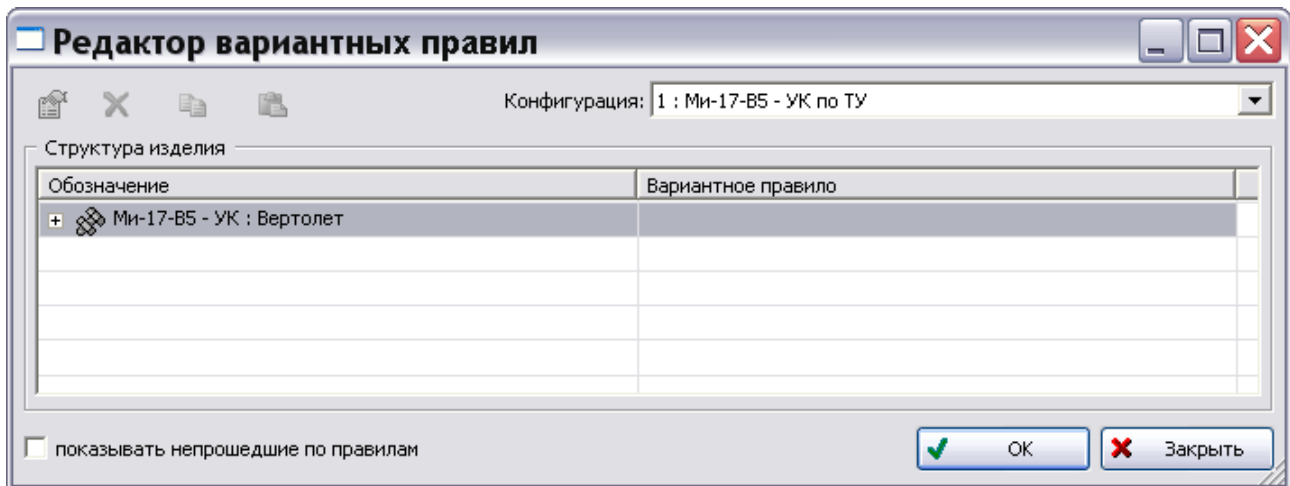

Рис. 73
1. В окне **Редактор вариантных правил** в таблице **Структура изделия** выделите изделие, например «Ми-17-В5-УК : Вертолет» (Рис. 73).
2. В окошке **Конфигурация** выберите конфигурацию, например «1 : Ми-17-В5-УК по ТУ», на основе которой будет формироваться вариант исполнения изделия (Рис. 73).